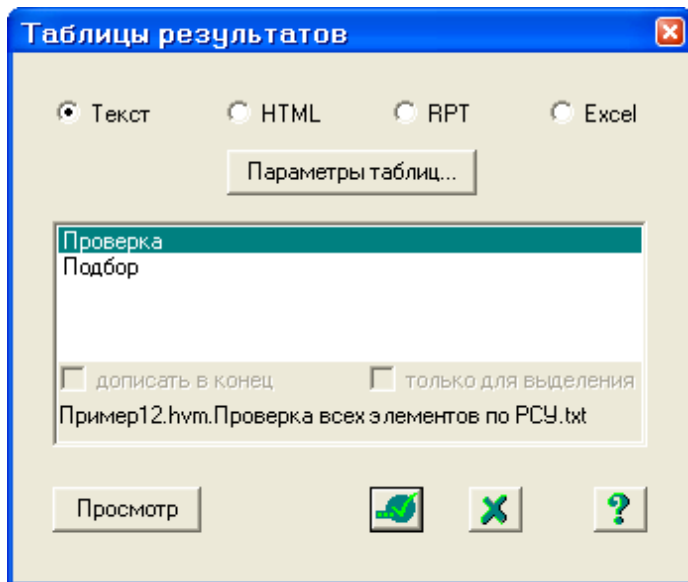

Рис.12.28. Диалоговое окно **Таблицы результатов**
- Вызовите диалоговое окно **Таблицы результатов** (рис.12.28) с помощью меню **Результаты** ⇒ **Стандартные таблицы** (кнопка  на панели инструментов).